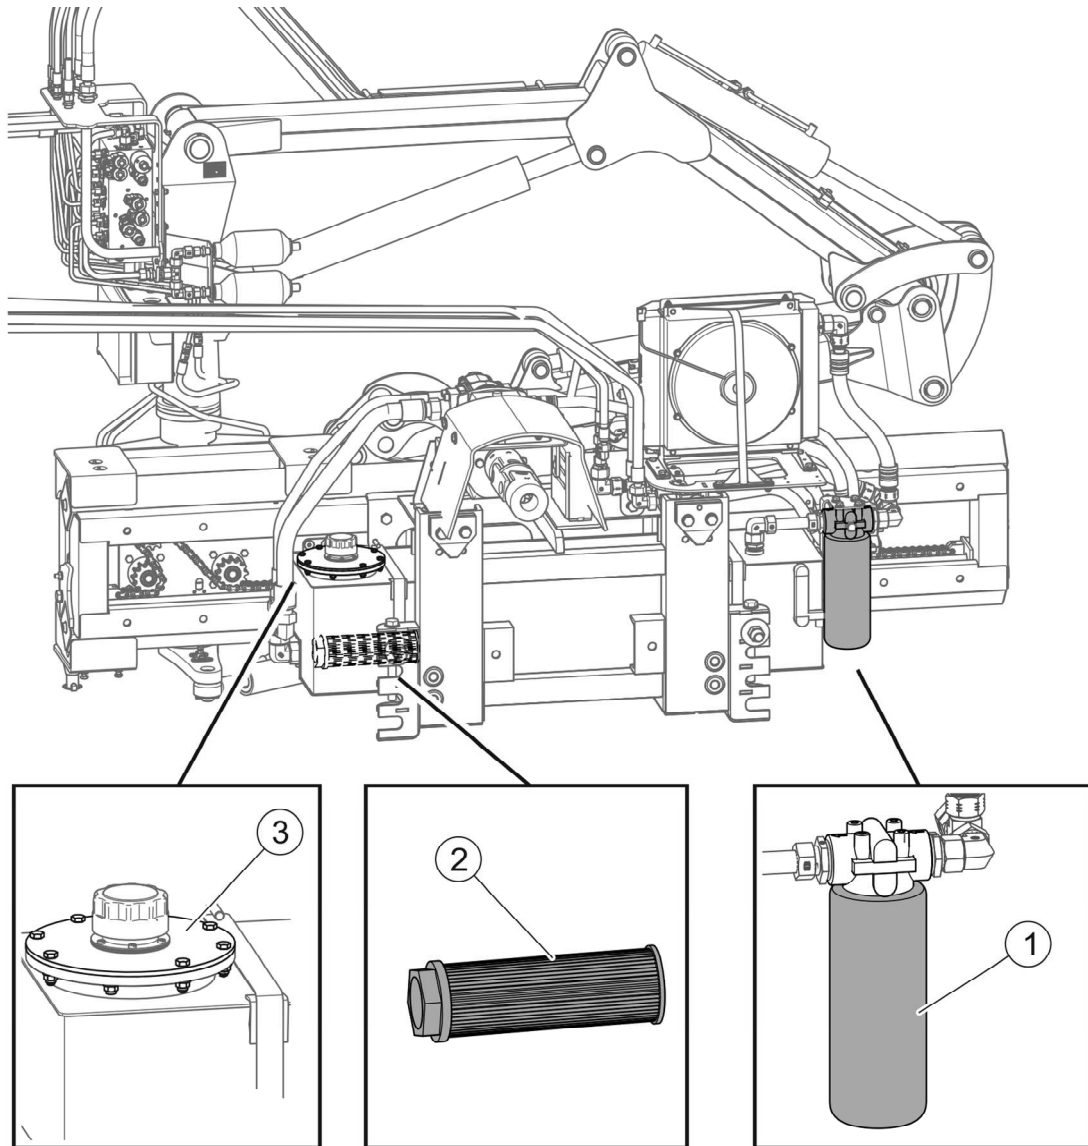

FIGURE 5.2 Filtres à huile du système hydraulique.
Avant de verser de l'huile, remplacez le filtre d'aspiration (2) (FIGURE 5.2) situé à l'intérieur du réservoir d'huile.
Lors du dévissage du filtre d'aspiration (2) ou du filtre à huile (1) usagé (FIGURE 5.2), ne pas utiliser de marteau, burin, etc., car le corps du filtre pourrait être endommagé. Utiliser les filtres recommandés par le fabricant de la machine (d'origine).